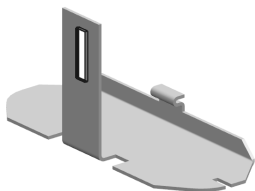
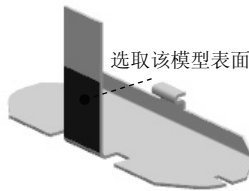
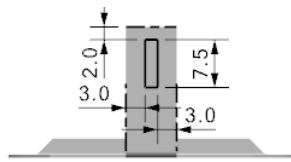

图 4.8.30 “法向除料”特征 1
图 4.8.31 选取草图平面
图 4.8.32 截面草图
Step6. 创建图 4.8.30 所示的“法向除料”特征 1。选择下拉菜单 **插入(S)** → **切削(T)** → **法向除料(N)...** 命令，系统弹出“法向除料”对话框；在“法向除料”对话框 **类型** 区域的下拉列表中选择 **草图** 选项，单击 **草图** 按钮，系统弹出“创建草图”对话框；选取图 4.8.31 所示的模型表面为草图平面，单击 **确定** 按钮，绘制图 4.8.32 所示的截面草图并退出草图；在 **除料属性** 区域的 **切削方法** 下拉列表中选择 **厚度** 选项，在 **限制** 下拉列表中选择 **贯通** 选项；在“法向除料”对话框中单击 **确定** 按钮，完成特征的创建。